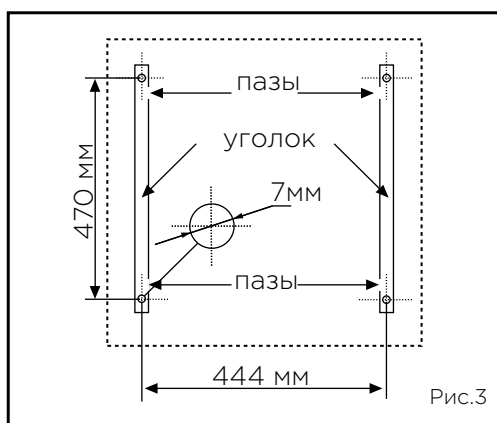
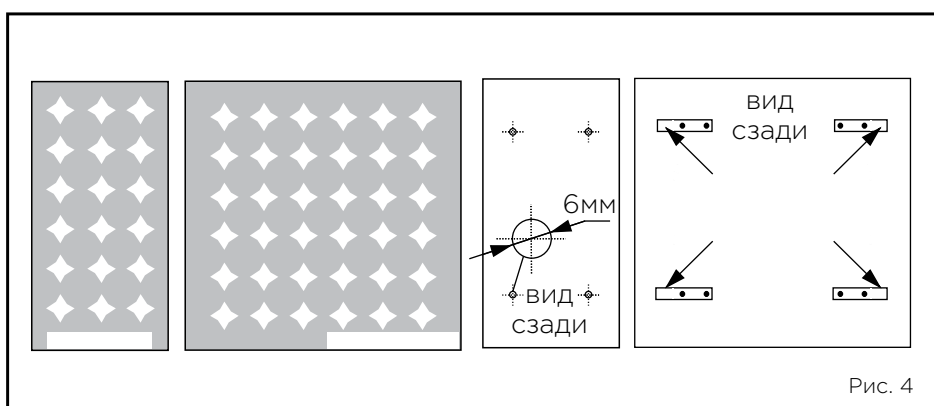

Рис.3
Рис. 4
- Для монтажа светильников ССВ с типом корпуса “накладной” необходимо сначала закрепить на верхнем основании (потолке) два уголка, как показано на рис. 3. Затем повесить светильник, вставив в пазы уголков (на рис.3 обозначены стрелками) кромки (ушки) (на рис.4 обозначены стрелками) корпуса светильника.